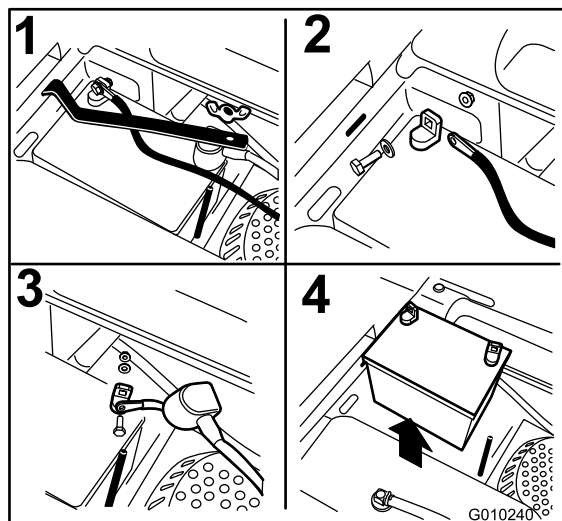

Figura 53
3. Retire a porca de orelhas que prende o grampo da bateria (Figura 53).
4. Retire o grampo (Figura 53).
5. Desligue primeiro o cabo negativo (preto) da bateria do terminal negativo (-) (preto) da bateria (Figura 53).
6. Deslize a tampa do terminal vermelho para fora do terminal positivo (vermelho) e remova o cabo positivo (+) (vermelho) da bateria (Figura 53).
1. Posicione a bateria na base com os pólos terminais afastados do depósito de combustível (Figura 53).
4. Prenda os cabos com 2 parafusos, 2 anilhas e 2 porcas de bloqueio (Figura 53).
6. Instale o grampo e fixe-o com a porca de orelhas. Figura 53